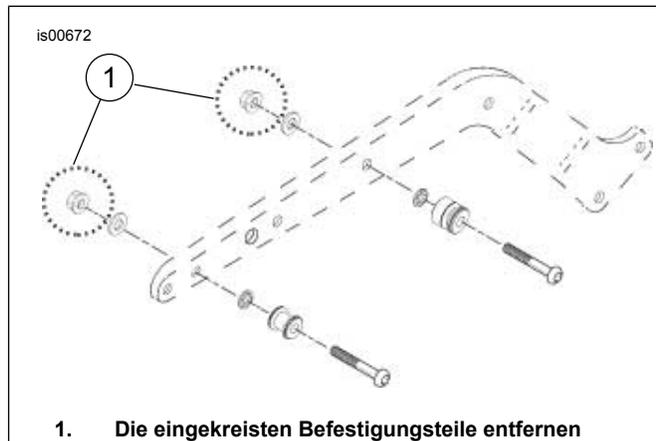
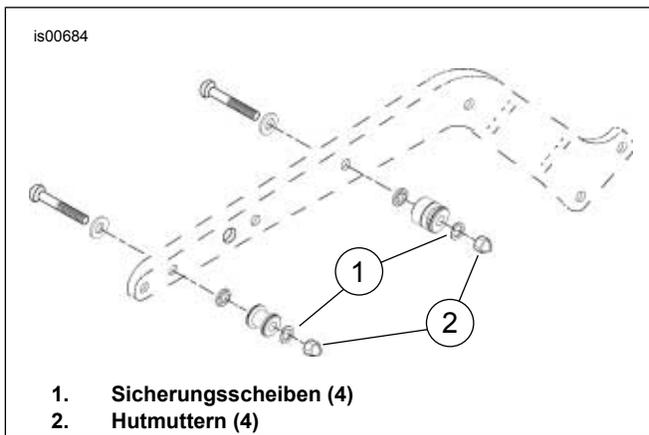

Abbildung 3. Die Sicherungsmuttern entfernen
Abbildung 4. Befestigungsteile für die Softail-Befestigung ohne Satteltaschenhalterung (53531-95A)
Zur Erzielung eines maximalen Ausfederungswegs (Reifenabstand) die Originalbefestigungsteile mit Teilen aus dem Satz wie in Abbildung 3 und Abbildung 4 dargestellt ersetzen.
1. Die Rundkopfschrauben entfernen und die in Abbildung 3 gestrichelt eingekreisten Sicherungsmuttern entsorgen.
2. Die Rundkopfschrauben von der Schutzblechinnenseite einbauen und die Teile 16 und 17 aus der Tabelle 1, wie in Abbildung 4 dargestellt, einbauen.